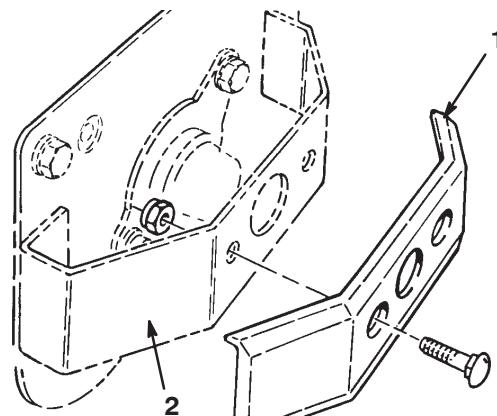

**Bild 2**
3. Nehmen Sie an den Mähwerken Nummer 2 und Nummer 3 die 4 Abdeckkopfschrauben ab, die sich an der Außenseite des Mähwerkanktriebsgehäuse befinden. Werfen Sie die Abdeckschrauben weg. Montieren Sie eine Kippplatte mit den flachen Sechskantschrauben und den Sicherungsmuttern, die mit den Kippplatten geliefert werden, am linken vorderen Mähwerk (Nummer 2) und am rechten vorderen Mähwerk (Nummer 3) (Bild 2).
5. Nehmen Sie an den Mähwerken Nummer 4 und Nummer 5 die 4 Abdeckkopfschrauben ab, die sich an der Außenseite des Mähwerkanktriebsgehäuse befinden. Werfen Sie die Abdeckschrauben weg. Kipphalterungen werden an diesen Stellen befestigt, wenn die Mähwerke Nummer 4 und Nummer 5 an den Hubarmen montiert sind (Bild 2).